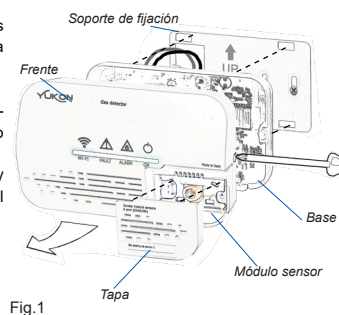

Fig.1
- Inserte los ganchos de la **Base** en los agujeros del **Soporte de fijación** y arrastre hacia la derecha la **Base** hasta que encaje (Fig. 1).